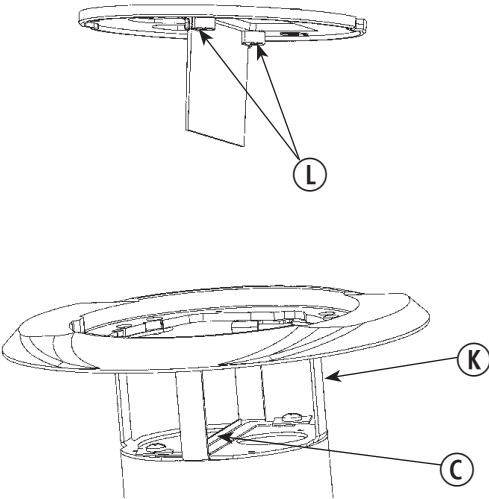

Fig. 3
- If sub-plate (B) requires installing GFCI, Surge or other receptacles with a mounting offset, use spacers provided (E) and attach receptacle.
- If sub-plate (B) contains Keystone data ports, always use blank modules provided (D) if ports are not being used.
- If sub-plate (B) is provided with power/data divider (H), make sure it has been installed in accordance with Hubbell SystemOne instructions.
- If sub-plate (B) contains duplex mountings, mount each duplex receptacle from underside of sub-plate using (2) #6-32 screws provided. Apply a thin film of silicone or RTV to screw threads before installing. Torque to 10-15 in-lbs.
- If sub-plate (B) with attached power/data divider is being installed in S1PTAVFIT poke-through (K) per Figure 3:
- If divider is installed with studs (L) on the power side, divider extension (C) is required. Ensure wires do not contact edges of extension. Otherwise divider extension (C) may be removed if desired as follows: Loosen both retaining screws ½ turn. Remove the divider extension by rotating it counterclockwise. After removal, retighten retaining screws to 10-15 in-lbs.
- Align cutout in sub-plate (B) with notch in flange (F), and drop in place.
- Lorsqu'il faut fixer à la sous-plaque (B) un DDFT, un dispositif de protection contre les surtensions transitoires ou une autre prise aux bords décentrés, utiliser les cales (E) fournies pour monter la prise.
- Lorsque la sous-plaque (B) comprend des ports de données Keystone, toujours utiliser les dispositifs d'obturation (D) fournis pour condamner les ports non utilisés.
- Lorsque la sous-plaque (B) comprend un séparateur (H) pour l'énergie et les données, s'assurer qu'il est installé conformément aux directives du SystemOne de Hubbell.
- Lorsque la sous-plaque (B) comprend des dispositifs doubles, monter chaque prise double à partir de l'intérieur de la sous-plaque avec les deux (2) vis n° 6-32 fournies. Appliquer une mince pellicule de silicone ou de RTV sur les filets des vis avant de fixer. Serrer à un couple de 1,13 à 1,74 N•m.
- Lorsque la sous-plaque (B) munie d'un séparateur pour l'énergie et les données est montée dans une traversée de plancher S1PTAVFIT (K) comme à la Figure 3 :
- Lorsque le séparateur est fixé à l'aide de goujons (L) du côté énergie, une rallonge (C) de séparateur est requise. S'assurer que les fils ne touchent pas aux bords de la rallonge. La rallonge (C) de séparateur peut être retirée au besoin comme suit : Desserrer les deux vis de retenue de 1/2 tour. Retirer la rallonge de séparateur en la faisant tourner dans le sens contraire des aiguilles d'une montre. Après le retrait, serrer à nouveau les vis à un couple de 1,13 à 1,69 N•m.
- Aligner la découpe dans la sous-plaque (B) avec l'encoche du collet (F) puis insérer.